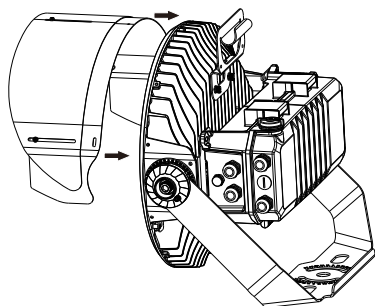

Fig. 6
1. Glissez le pare-soleil en place et fixez-le avec les vis de montage fournies (Fig. 6).